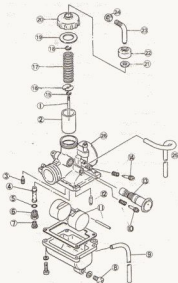
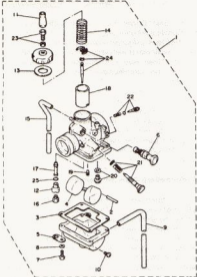
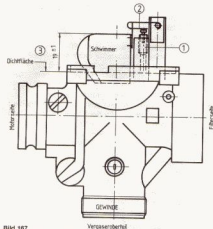
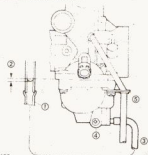

Bild 163
Bild 164
Bild 167
Bild 168
mer (bei geschlossenem Kraftstoffhahn) ablassen, indem man die Ablassschraube 4 in Bild 168 löst bzw. 8 in Bild 163 herausschraubt.
- 3 BZ-Clip, Bauteil 15 in Bild 163 bzw. Bauteil 24 in Bild 164
- Gasschieber, Düsennadel und Nadeldüse sowie der am Nadeldüsenhalter angebrachte O-Ring (Teil 5 in Bild 163) sind ausgesprochene Verschleissstelle. Beim Gasschieber merkt man das am «Klappern». Bei den anderen Teilen lässt sich Verschleiss nur vermuten, wenn Unregelmässigkeiten im Motorlauf zu beobachten sind.
- Vor dem Zusammenbau des Vergasers sind die in den Bildern 165 bis 167 gemachten Angaben zu überprüfen. Beim Vergaser für das neuere Modell lässt sich die Prüfung der Schwimmereinrichtung nur nach der in Bild 168 gezeigten Art vornehmen. Bei beiden Vergasern wird eine eventuell notwendige Korrektur durch Nachbiegen der Zunge 2 in Bild 167 ausgeführt.